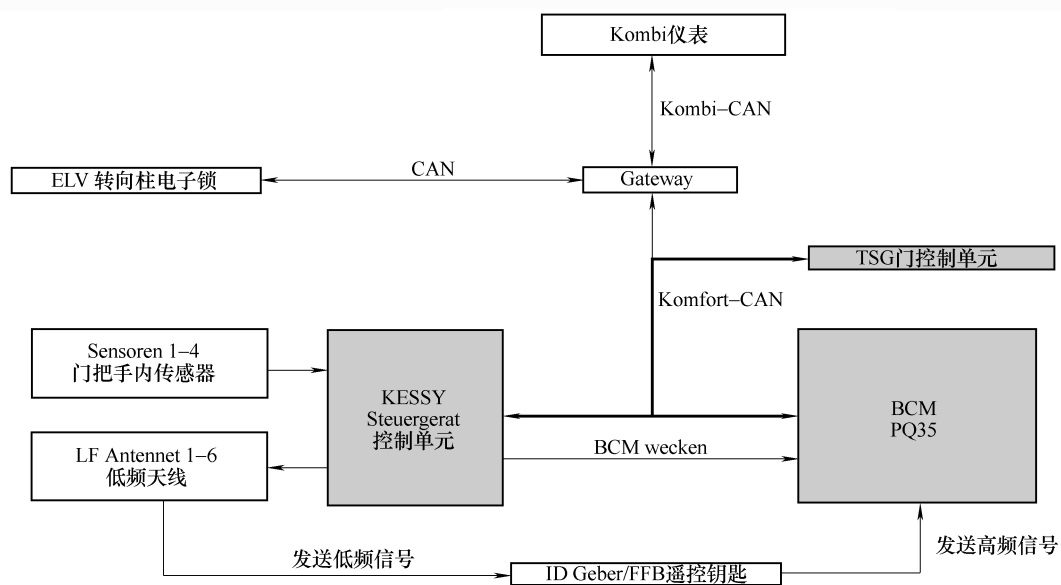

图 5-4-25 低频信号传输
③ KESY 控制器通过其所控制的低频天线发送低频信号给钥匙，如果 BCM 处于睡眠状态，则唤醒 BCM，如图 5-4-25 所示。